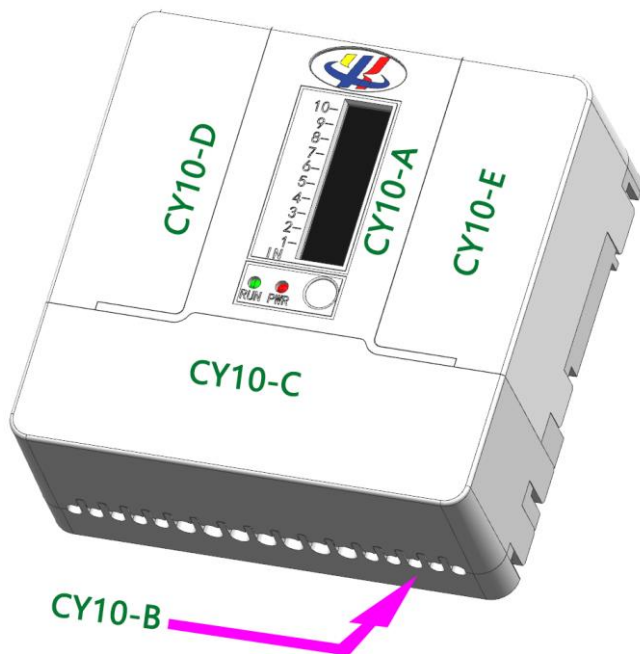

图 1
A.将整个 CY10 控制器独立出来，确保没被固定在某一环境中，如图 1 所示。
(2) 用拇指在 CY10-D 顶面用力使 CY10-D 边线与 CY10-A 边线方向挤压。目的是使 CY10-D 的“定位小凸胞”进入到 CY10-A 的“定位小圆槽”内，使 CY10-D 的“定位块”进入到 CY10-A 的“定位缺口”内。直到两边线无缝，或不能再挤压为止。如图 1 和相关名称图
(2) 用拇指在 CY10-E 顶面用力使 CY10-E 边线与 CY10-A 边线方向挤压。目的是使 CY10-E 的“定位小凸胞”进入到 CY10-A 的“定位小圆槽”内，使 CY10-E 的“定位块”进入到 CY10-A 的“定位缺口”内。直到两边线无缝，或不能再挤压为止。如图 1 和相关名称图
(2) 用拇指在 CY10-C 顶面用力使 CY10-C 边线与 CY10-A 边线方向挤压。目的是使 CY10-C 的“定位小凸胞”进入到 CY10-A 的“定位小圆槽”内，使 CY10-C 的“定位块”进入到 CY10-A 的“定位缺口”内。直到两边线无缝，或不能再挤压为止。如图 1 和相关名称图